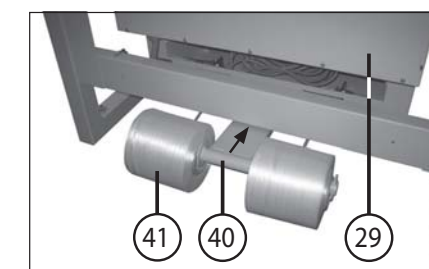

Abb. 4
- Unebenheiten des Bodens mit Hilfe der Ausgleichschrauben (20) ausgleichen (Abb. 4).
##### MONTAGE DER BANDROLLEN (Abb. 4):
- 29 = Schaltkasten (Abb. 4)
- 40 = Bandrollenhalter (Abb. 4 und 17)
- 41 = Bandrolle (Abb. 4 und 17)